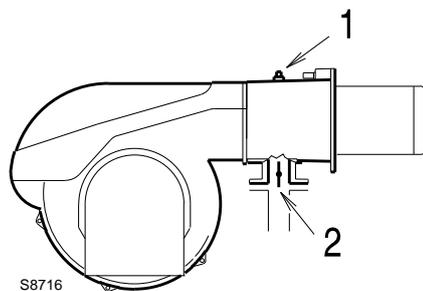

Abb. 27
Gasdruck gemessen an Anschluss 1)(Abb. 27), mit:
Strömungsverlust Gasdrossel 2)(Abb. 27) bei maximaler Öffnung: 90°.
- Ziehen Sie vom Gasdruck am Anschluss 1)(Abb. 27) den Druck in der Brennkammer ab.
| Gasdruck an der Entnahmestelle 1)(Abb. 27) | = | 16,0 mbar |
Zur Ermittlung des für den an der Entnahmestelle 1)(Abb. 27), erforderlichen Gasdrucks, nachdem die gewünschte Leistung des Brenners festgelegt wurde:
- Rechts, in Spalte 1, den Druck an der Entnahmestelle 1)(Abb. 27) ablesen
erforderlicher Druck an der Entnahmestelle 1)(Abb. 27).